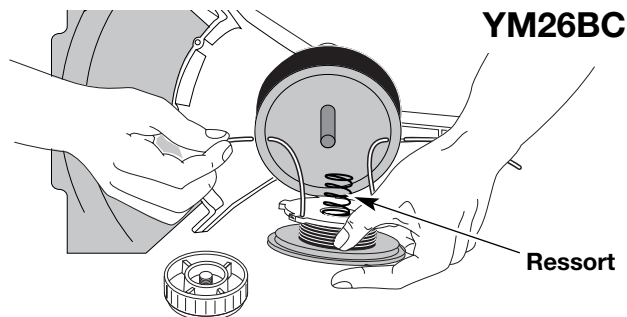

Fig. 44
- Insérez les extrémités du fil dans les œillets de la bobine extérieure et placez le moulinet et le ressort dans la bobine (Fig. 44 ou 45). Enfoncez le moulinet et la bobine ensemble. Tout en tenant le moulinet et la bobine, saisissez les extrémités et tirez fermement pour dégager le fil des fentes de retenue de la bobine.
- Insérez les extrémités du fil dans les œillets de la bobine extérieure (Fig. 44 ou 45).